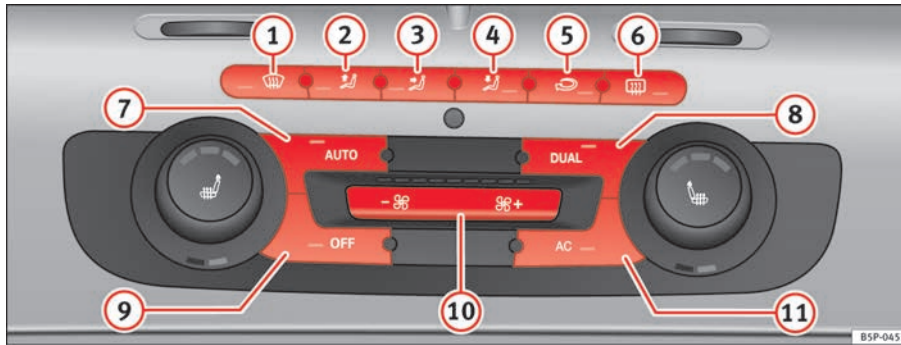

Abb. 132 Bedienelemente der 2C-Climatronic am Kombiinstrument.
- Zum Einschalten des manuellen Betriebs betätigen Sie eine der Tasten  $\Rightarrow$  Abb. 132 ① bis ⑤ oder aber die Gebläsetasten ⑩. Die jeweils eingestellte Funktion wird am Display des Radios bzw. des Navigationssystems angezeigt.
- Drücken Sie die Taste  ⇒ Seite 167, Abb. 132 , um den Umluftbetrieb ein- oder auszuschalten. Bei eingeschaltetem Umluftbetrieb erscheint am Display das Symbol .